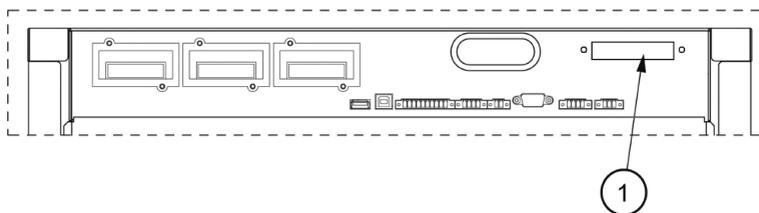

Figura 24. Interfacce di comunicazione
Questi ingressi si trovano dietro allo sportello dell'UPS, nella sezione superiore. Vedere la figura 24 per le posizioni dei connettori.
- Sul lato destro dell'interfaccia di comunicazione è accessibile una morsettiera da 12 pin per i segnali di controllo in parallelo, nella sezione superiore dell'UPS (vedere figura 24).